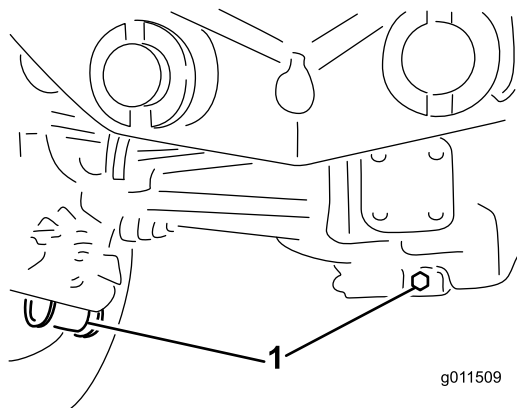

Figure 66
2. Nettoyez la surface autour des 3 bouchons de vidange, 1 à chaque extrémité et 1 au centre (Figure 66).